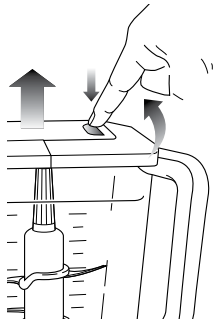

Fig. 7
- 15 Pour obtenir une consistance plus épaisse, retirez doucement le couvercle et le jeu de lames superposées (en le tenant par l'arbre), puis videz le récipient. Pour retirer le couvercle du pichet, appuyez sur le bouton de déclenchement du couvercle, tirez sur la poignée du couvercle à un angle de 90° et soulevez celui-ci. **(Fig. 7)**